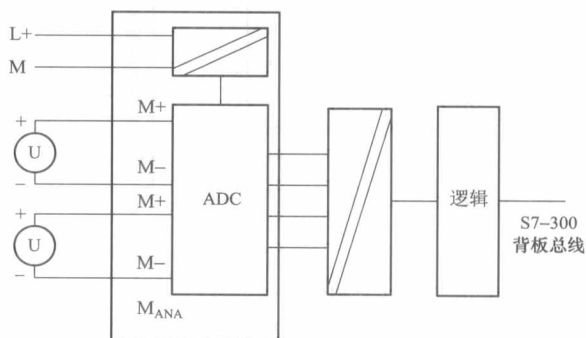

图 1-15 SM331 与电压型传感器的连接
1) SM331 与电压型传感器的连接如图 1-15 所示。